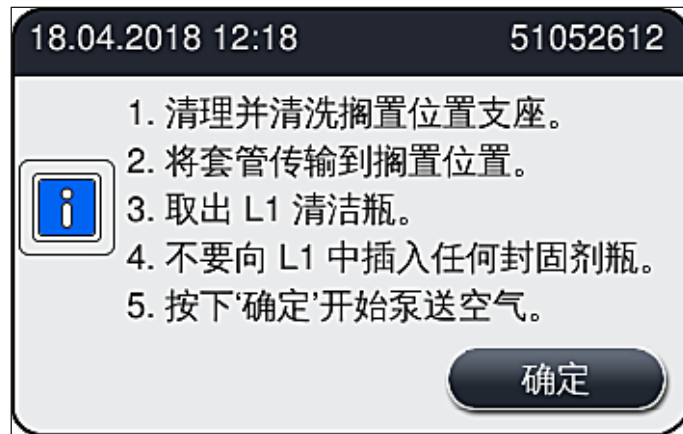

图 106
4. 请注意下一条其中包含说明的信息消息 (→ 图 106), 并使用**确定**按钮确认。